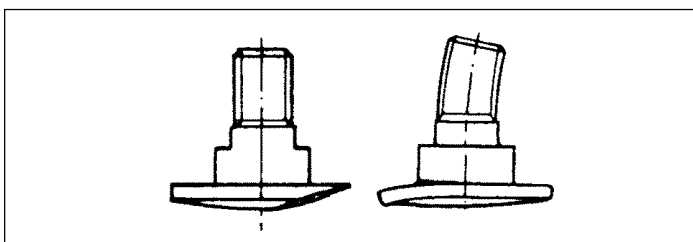

Fig. 21
- la **vis de fixation** des couteaux est recourbée ou excessivement usée sous la tête (fig. 21).